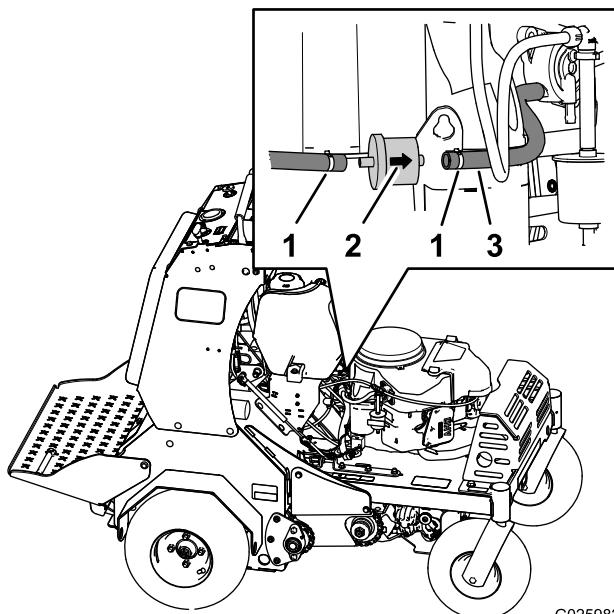

Figure 46
3. Pincez les extrémités des colliers et éloignez les colliers du filtre (Figure 46).
4. Détachez le filtre des conduites de carburant (Figure 46).
- Posez le filtre neuf en orientant la flèche du sens d'écoulement comme montré à la Figure 46.
- Alignez les colliers sur le flexible et les raccords du filtre à carburant (Figure 46).